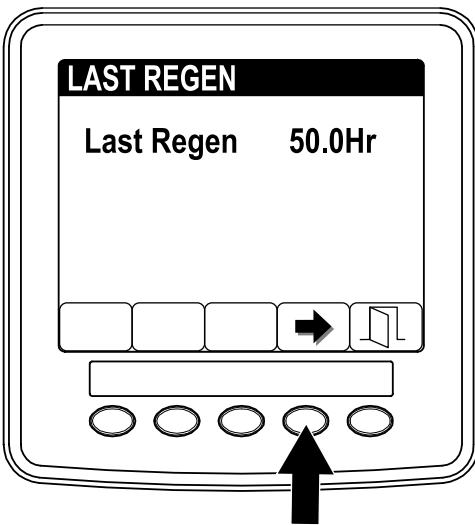

Figure 37
- Utilisez le champ LAST REGEN (Figure 37), pour déterminer le nombre d'heures de fonctionnement du moteur depuis la dernière régénération commandée, en stationnement ou d'urgence.